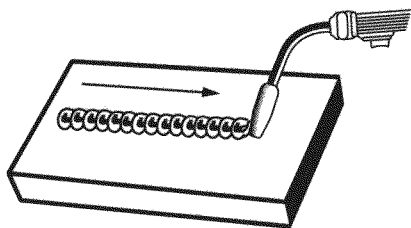

Figura 12. Cordón de refuerzo
1. El CORDÓN DE REFUERZO (Figura 12) se hace desplazando la pistola en línea recta con el alambre y la boquilla centrados sobre la junta que se suelda. Este es el tipo más fácil de cordón.